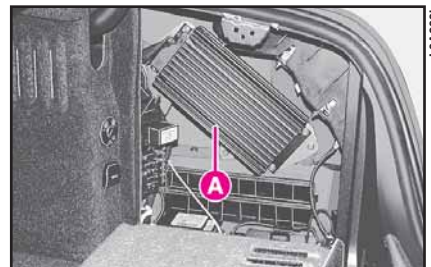

fig. 227
– un amplificador HI-FI de alta potencia con 5 canales, cuatro de 25 W y uno de 100 W, de clase D con ecualización analógica en amplitud y fase de la señal alojada en el compartimiento derecho del maletero **A** (fig. 227).